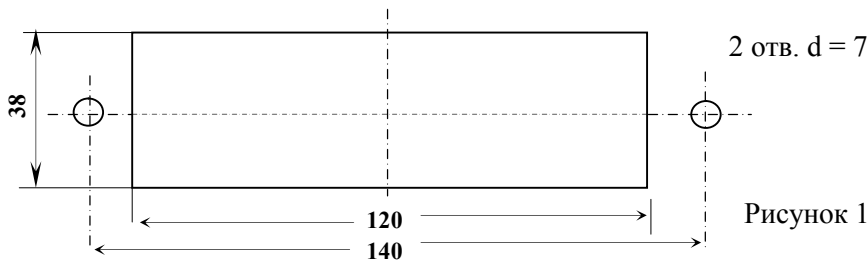

Рисунок 1
5.1.1 Для установки ИК-ЭПТ на панели пульта машиниста должно быть предусмотрено окно размером  $(120^{+05} \times 38^{+05})$  мм с двумя отверстиями диаметром 7 мм под шпильки крепления блока (рисунок 1). Вставить блок ИК-ЭПТ в окно и закрепить с обратной стороны пульта гайками с шайбами.